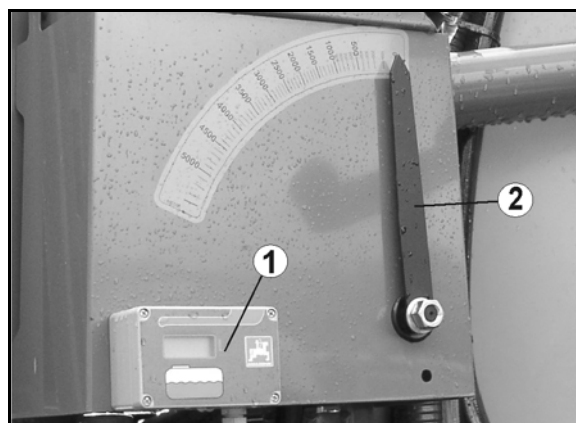

Fig. 55
- elektronisk (Fig. 55/1)(option)
- mekanisk (Fig. 55/2).